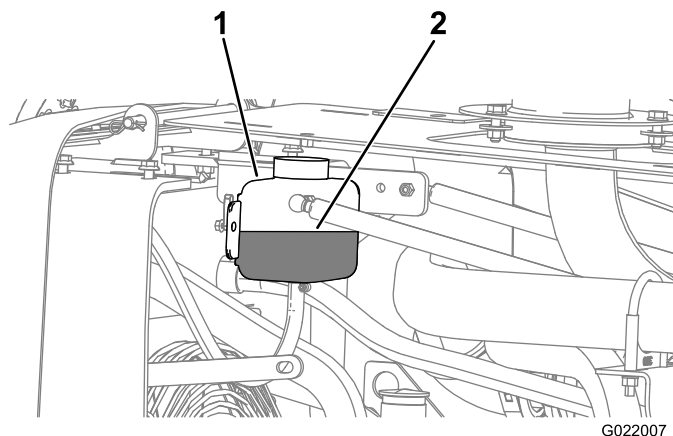
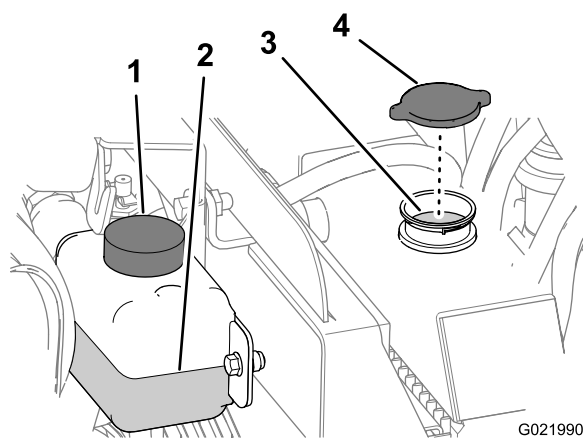

Рисунок 138
Рисунок 139
4. Проверьте уровень охлаждающей жидкости в резервуаре (Рисунок 138).
4. Снимите крышку с горловины заливного отверстия радиатора и проверьте уровень охлаждающей жидкости (Рисунок 138 и Рисунок 139),
5. Если уровень охлаждающей жидкости низкий, добавьте охлаждающую жидкость до нижней заливной горловины (Рисунок 139).
6. Установите на место крышку заливной горловины радиатора и убедитесь, что она надежно уплотнена (Рисунок 139).
4. Снимите крышку радиатора (Рисунок 139).
2. Снимите крышку радиатора (Рисунок 139).
4. Установите крышку радиатора (Рисунок 139).